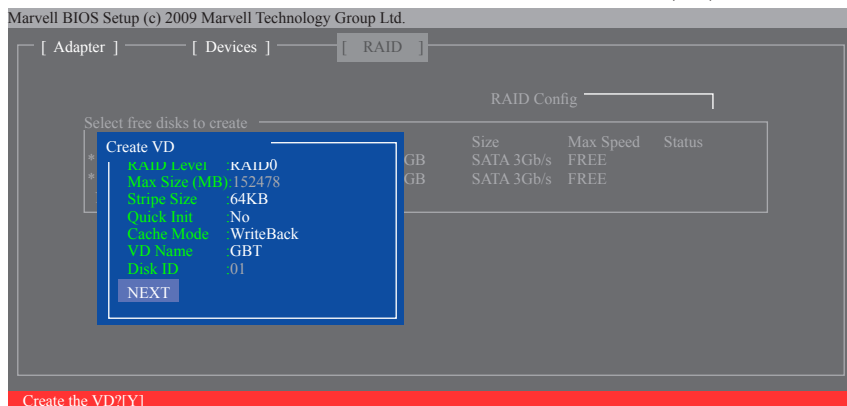

図 7
6. **NEXT:** 上の設定を完了した後、**NEXT** に移動して<Enter>を押しアレイの作成を開始します。確認を求められたら、<Y>を押して確認するか <N> を押してキャンセルします (図 7)。